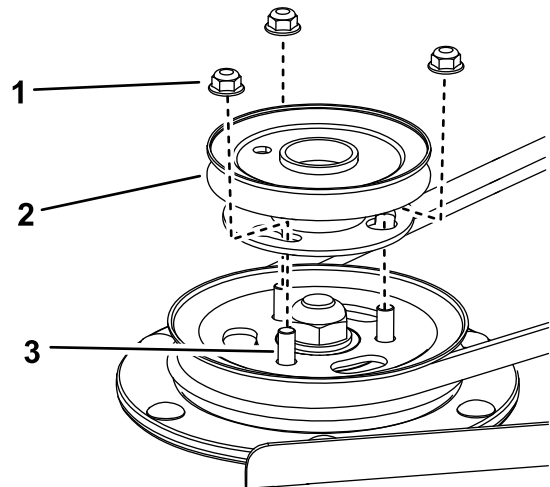

Bild 4
2. Entfernen Sie die Muttern von der Spindel in der rechten Riemenscheibe des Mähwerks und befestigen Sie die Riemenscheibe mit ihnen an der Riemenscheibe des Mähwerks (Bild 4).